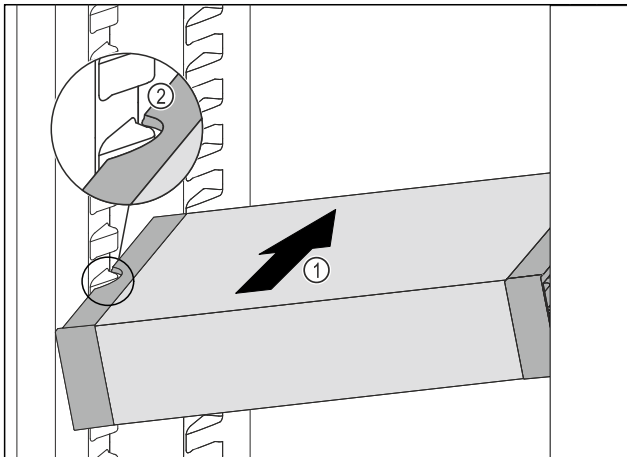

Fig. 141
- ▶ VarioSafe schräg in das Kühlteil einschieben *Fig. 141 (1)*,
bis sich die seitlichen Aussparungen *Fig. 141 (2)* des Vari-